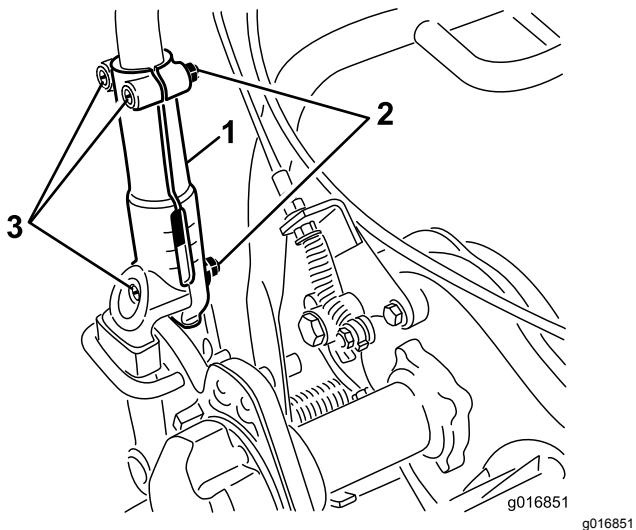

Figura 31
- Allentate i 3 bulloni a testa tonda e i dadi che fissano ogni lato della stegola ai relativi morsetti (Figura 31).